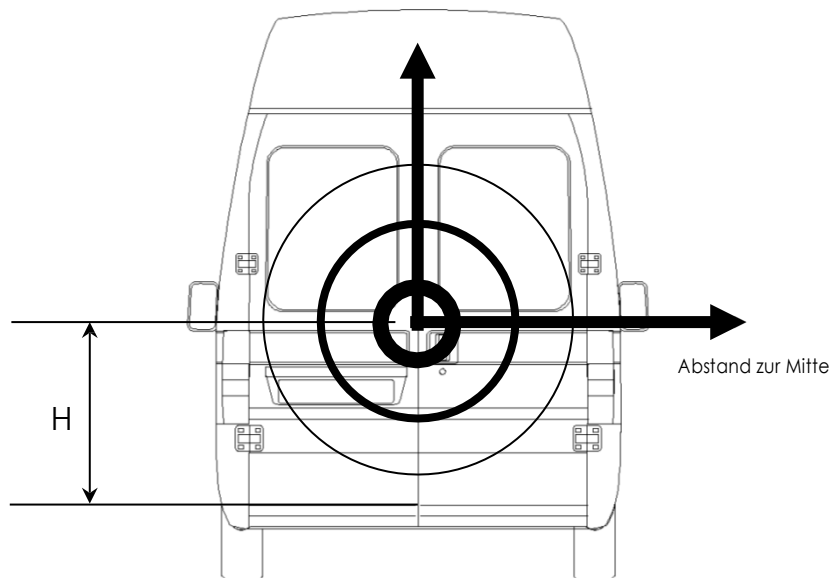

Abb.4
- Die Position des Schlossgehäuses in Bezug auf die Unterkante der Tür "H" muss so gewählt werden, dass die Wirksamkeit maximiert wird, also möglichst in der Türmitte (siehe Abb. 4), um die Hebelwirkung zu verringern.